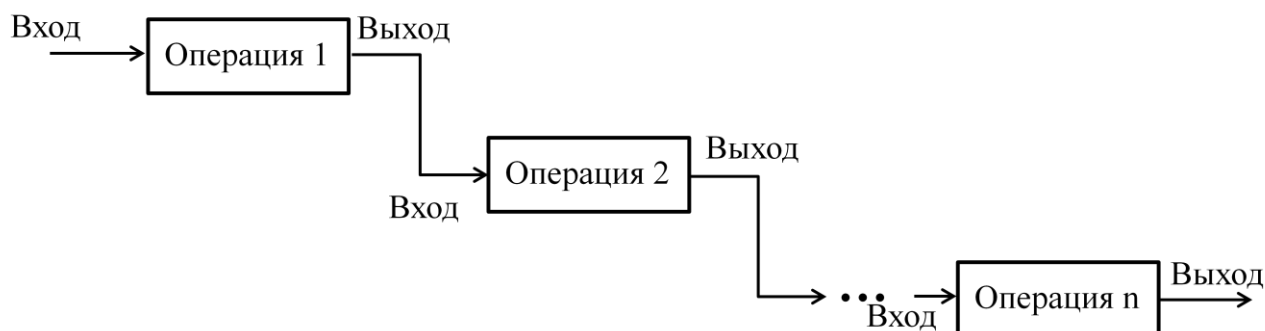

Рисунок 1 – Схема процесса
- изобразить на схеме операции и основные входы и выходы процесса (рисунок 1).